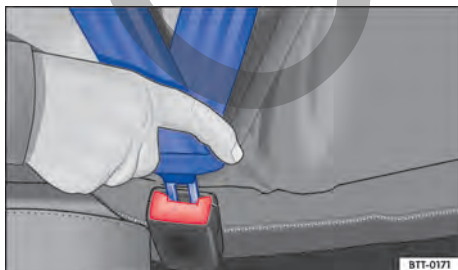

Fig. 19 Insertar la lengüeta del cinturón en su cierre.
4. Inserte bien la lengüeta del cinturón en el cierre del cinturón correspondiente a la plaza → Fig. 19.